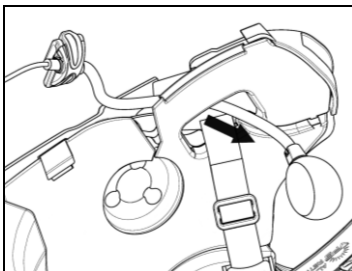
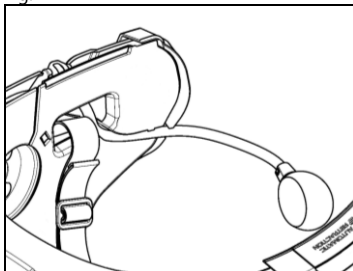

Fig. 12
Fig. 13
- Trä in mikrofonen inuti öglan (Fig. 12) och placera den på dess plats, sätt därefter in metallarmen i skåran på hakskyddets fäststomme (Fig. 13).